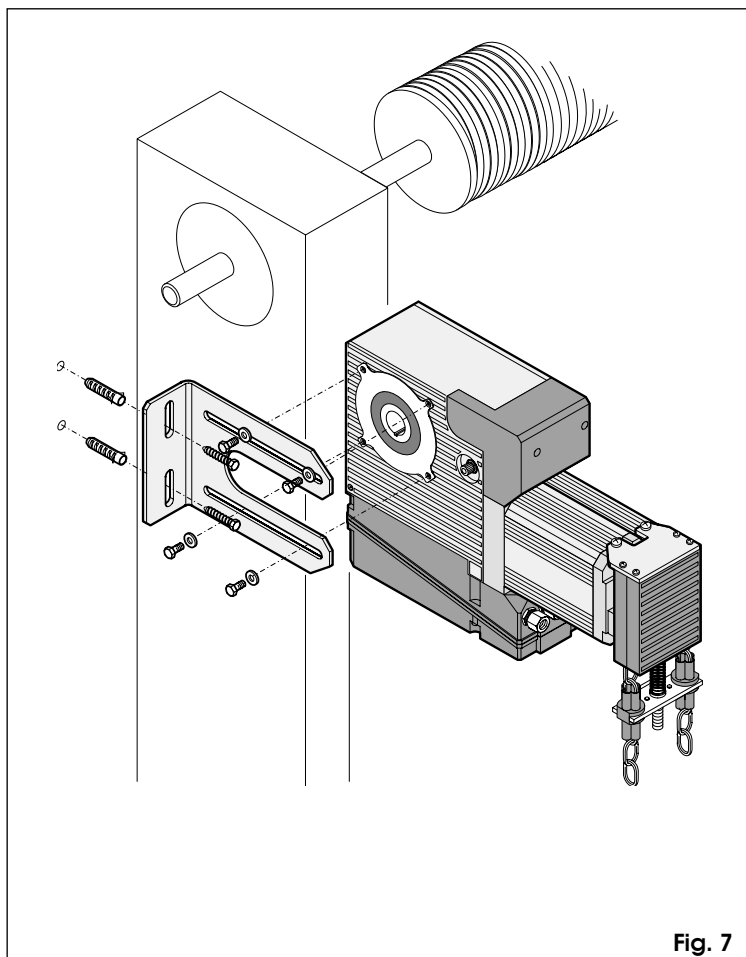

Fig. 7
- Positionner l'opérateur (voir paragraphe 5.1) et poser la plaque sur le support (mur ou structure métallique) de fixation choisi (voir figure 7).